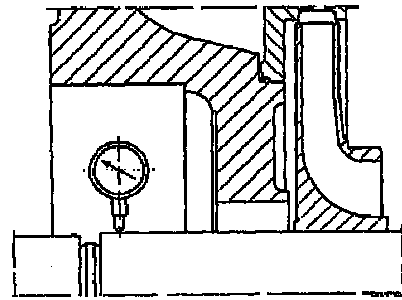

Figura 28 – Determinação aproximada das folgas nos rotores
1. Extrair a metade do cubo de acoplamento com auxílio do dispositivo (figura 28).
2. Remover a tampa do mancal lado acionado (360) e a tampa do lado livre (361) junto com o indicador de posição (623.1).
3. Desdobre a arruela de segurança situada entre a porca do mancal da bucha cônica e o rolamento (322).
5. Solte o assento da bucha cônica (531) do eixo (210) com leves pancadas na face da mesma.
8. Solte e remova os parafusos de cabeça sextavada (920.2) dos prisioneiros (902.1) do corpo de pressão (107) para permitir acesso ao corpo de mancal e a caixa de selagem.
10. Retire o anel centrifugador (507.1) do eixo (210), caso aplicável.